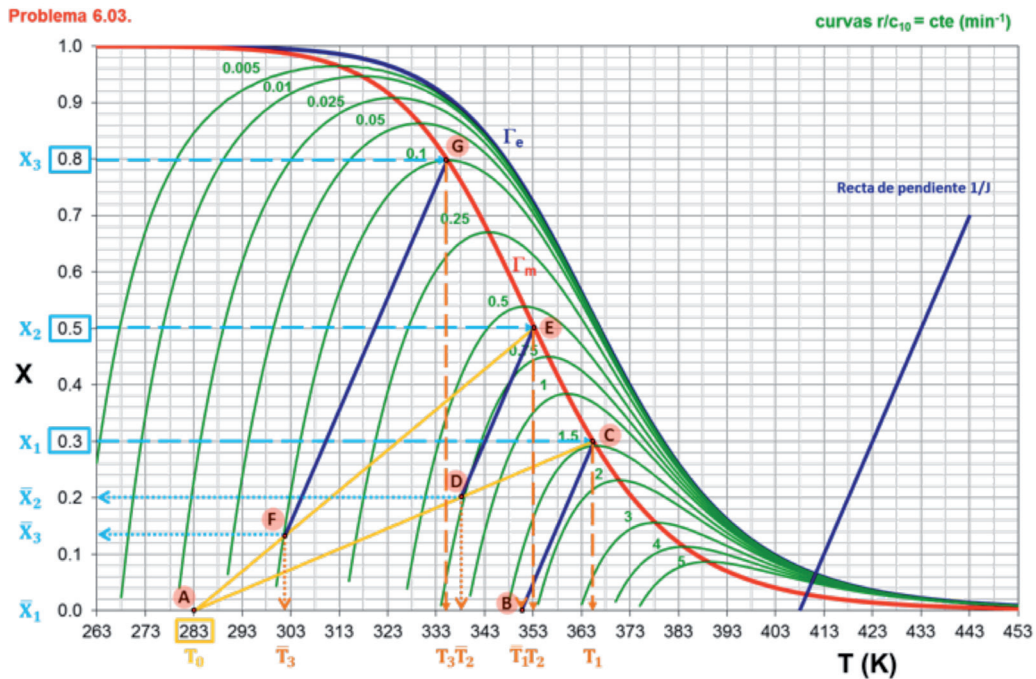

Figura 6.11. Evolución del grado de conversión con la temperatura: puntos A, B, C, D, E, F y G (apartado a)
**SOLUCIÓN:** a) Puntos A, B, C, D, E, F y G (ver Figura 6.11.)
b)  $\bar{X}_2 = 0.2$ ,  $\bar{X}_3 = 0.135$  (puntos D y F de la Figura 6.11.)
$\bar{T}_1 = 351$  K,  $\bar{T}_2 = 338$  K,  $\bar{T}_3 = 302$  K (puntos B, D y F de la Figura 6.11.)
c)  $T_1 = 365$  K,  $T_2 = 353$  K,  $T_3 = 335$  K (puntos C, E y G de la Figura 6.11.)